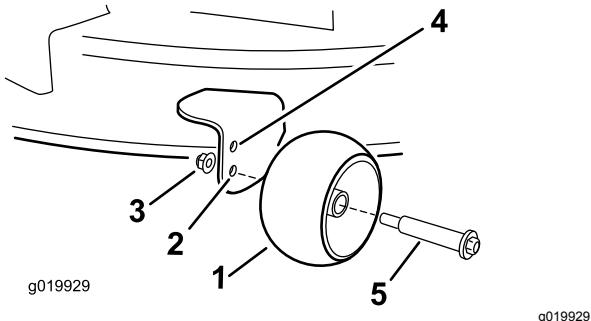

Рисунок 28
- Верхнее отверстие – используйте это положение, когда высота скашивания деки газонокосилки установлена в положение 63 мм и ниже (Рисунок 28).
- Нижнее отверстие – используйте это положение, когда высота скашивания деки газонокосилки установлена в положение 76 мм и выше (Рисунок 28).